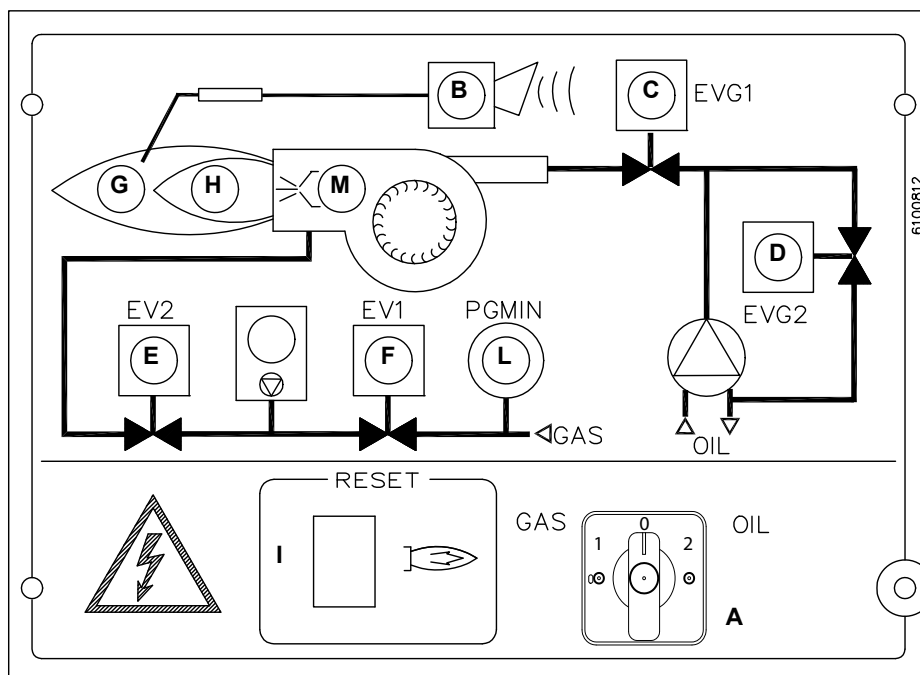

Рис. 24 Лицевая панель электрощита
- 2 После настройки горелки для работы на газе отключить горелку и выбрать работу на жидком топливе (OIL) с помощью селекторного переключателя **CM** (имеющегося на контрольной панели горелки - Рис. 24).